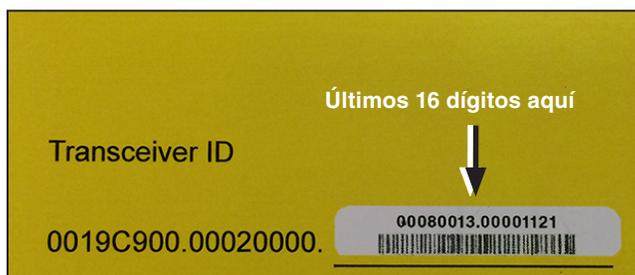

Figura 10. ID del Transceptor en la calcomanía amarilla.
- (c) **Método 3:** El ID del Transceptor también se encuentra impreso en la parte posterior en la etiqueta amarilla de “DO NOT DROP—HANDLE WITH CARE” (“NO LO DEJE CAER—MANEJE CON CUIDADO”) pegada a cada reconector TripSaver II. Vea la Figura 10.